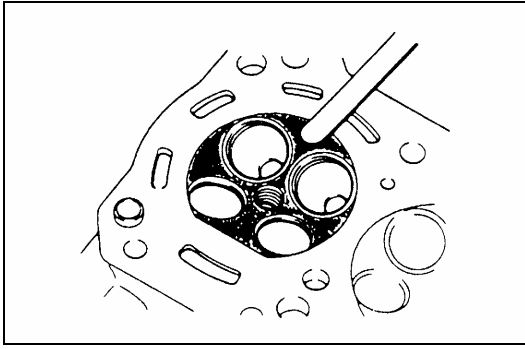

Рис. 4-103.
1). Как показано на Рис. 4-103, счистить нагар со стенок камеры сгорания.